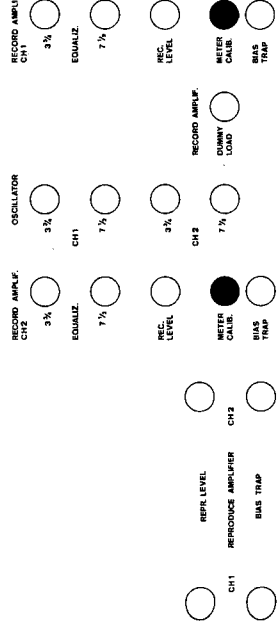

Bild 6.6.-75
- Mit den Einstellreglern METER CALIB. (Bild 6.6.-75) CH I und CH II, VU-Meter Anzeige 0 dB (100 %) einstellen.